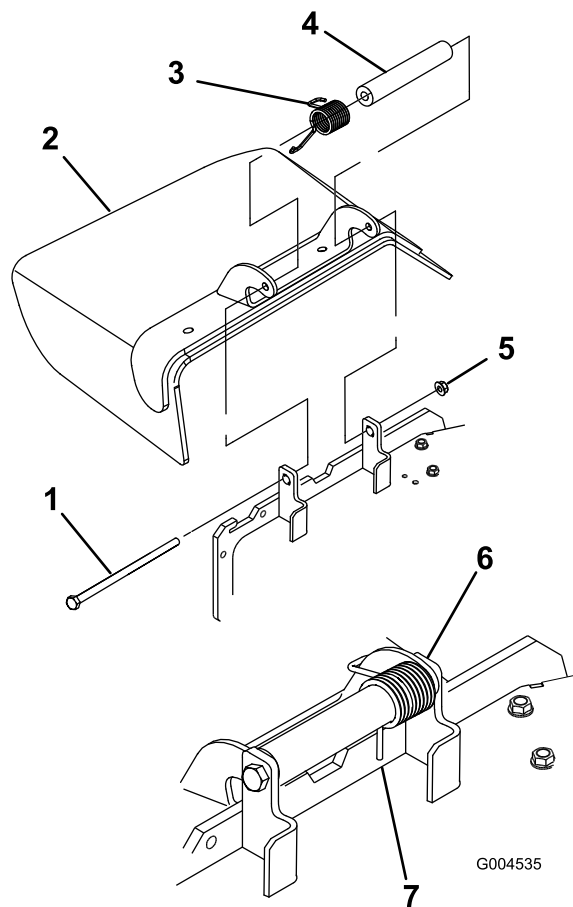

Figure 59
1. Retirez le contre-écrou, le boulon, le ressort et l'entretoise qui fixent le déflecteur aux supports de pivot (Figure 59). Enlevez le déflecteur s'il est endommagé ou usé.
Remarque: L'extrémité du ressort doit être placée derrière le bord du plateau avant de mettre le boulon en place, comme indiqué à la Figure 59.
3. Remettez le boulon et l'écrou. Accrochez l'extrémité du ressort au déflecteur d'herbe (Figure 59).